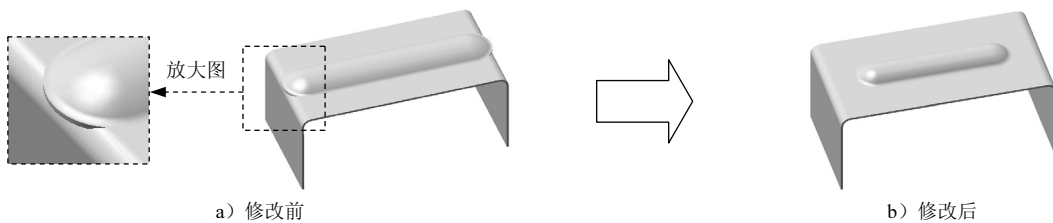

图 4.2.11 修改成型工具特征的大小
Step4. 修改成型工具特征的大小 (图 4.2.11)。